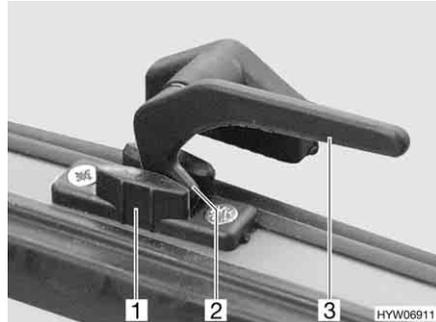

Fig. 68 Palanca de bloqueo en la posición de "ventilación continua"
- En la posición "ventilación continua" (Fig. 68)
- Girar la palanca de bloqueo (Fig. 68,3) un cuarto de vuelta hacia la mitad de la ventana.
- Girar de nuevo hacia atrás la palanca de bloqueo. El saliente de bloqueo (Fig. 68,2) se ha de introducir para ello en el rebaje del bloqueo de la ventana (Fig. 68,1).